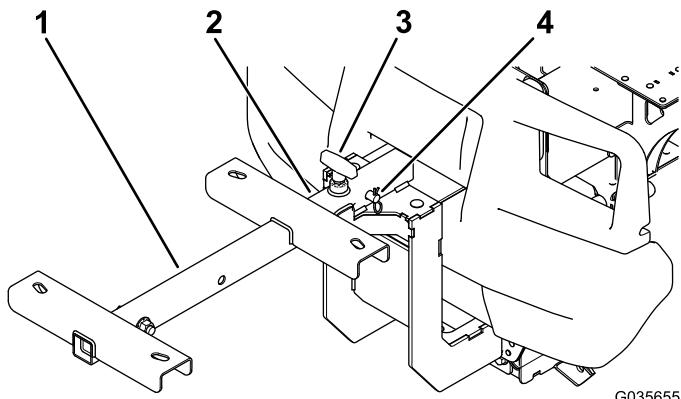

Figura 3
4. Inserite il supporto del tubo nell'accessorio dell'attacco di traino anteriore e fissatelo con il perno con testa ($\frac{1}{2}'' \times 2''$) e la coppiglia (Figura 3).
5. Serrate la maniglia a T sull'accessorio dell'attacco di traino anteriore (Figura 3).